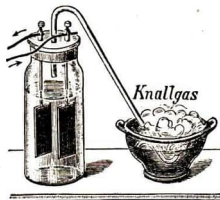

Abb. 414. Knallgas in Seifenwasser
**3. Knallgas entsteht**, wenn man Wasserstoff und Sauerstoff im **Volumverhältnis 2 : 1** mischt. Es ist ein höchst explosives Gemenge. Dies lehrt der Seifenblasenversuch (Abb. 414).